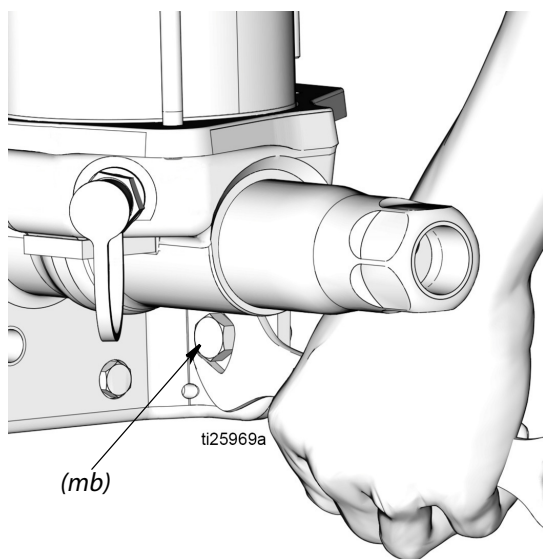

Рис. 10
5. Открутите монтажные болты (*mb*) (Рис. 10) и снимите насос с его рабочего места.